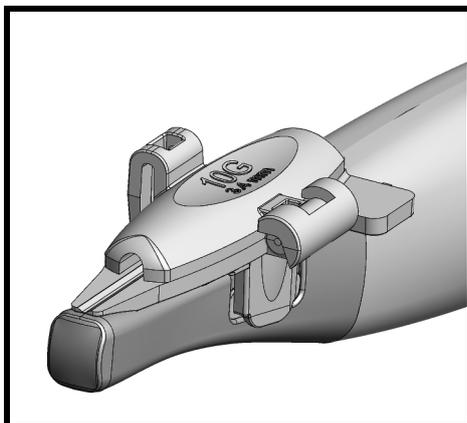

Abbildung 4. UAI346 befestigt an Schallkopf (hier ohne Schallkopfhülle dargestellt).
- 7 Abb. 4 zeigt die am Schallkopf befestigte Nadelführung.